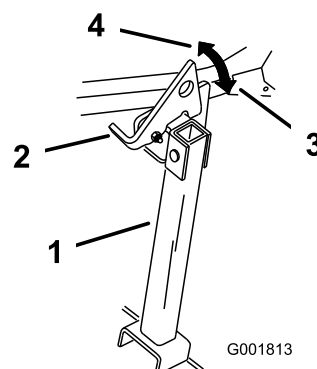

Figura 28
- Levante el enganche a la posición desbloqueada (Figura 28).